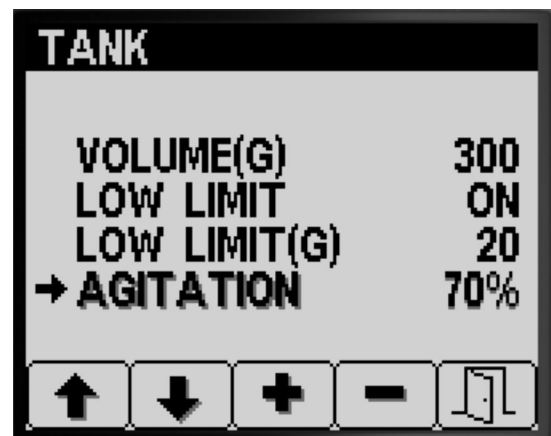

Figura 15
4. Pulse el botón 1 o el botón 2 para desplazarse a la opción AGITACIÓN (Figura 15).
5. Pulse el botón 4 para seleccionar la opción AGITACIÓN (Figura 15).
6. Mientras observa el indicador de presión de fumigación del salpicadero, pulse el botón 3 o el botón 4 para aumentar o reducir el valor preestablecido hasta que la presión de fumigación coincida con el valor inicial del preajuste de agitación calculado en el paso 2 (Figura 15).